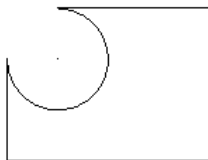

图 3.13.6 反向
- ☑ **反转** 选项：用于设置创建与指定的图素内切的圆角，如图 3.13.6 所示。